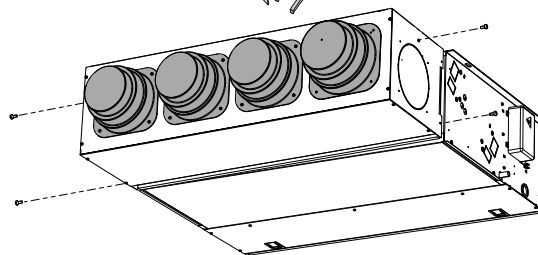

Abb. 4
- Die beiden Befestigungswinkel in die entsprechenden Schlitze an den Seiten einsetzen und mit den beiden mitgelieferten Schrauben befestigen (Abb. 4).